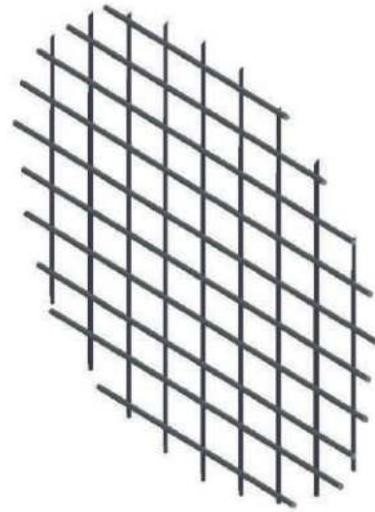

Fig. 15
- Une grille de sortie d'évacuation est également fournie avec ce chauffe-eau (voir Figure 15).
Installée dans le coude de sortie du tuyau de ventilation, la grille de ventilation sert à empêcher la pénétration de corps étrangers, rongeurs ou petits oiseaux dans la tuyauterie de ventilation. Cette grille est dimensionnée pour garantir un rendement énergétique optimal du système de ventilation en fonction de la « longueur équivalente » de la tuyauterie de ventilation. (voir Figure 15).